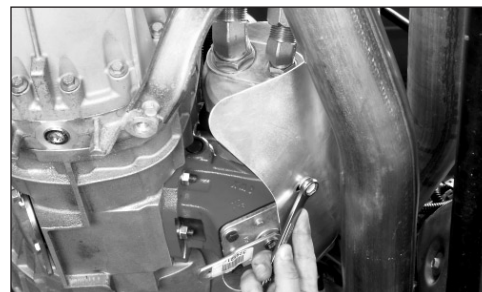

Fig. 23
25. Instale o Protetor Térmico da TDF (379847) na TDF (Fig. 23). O protetor térmico é conectado à tampa do mancal fechada reinstalando o parafuso de cabeça (378430-10) na tampa do mancal e parafuso de cabeça sextavada (378430-8) no suporte do protetor térmico. Torque o 378430-10 para 16-20 Lbs.pé [22-27 N.m].